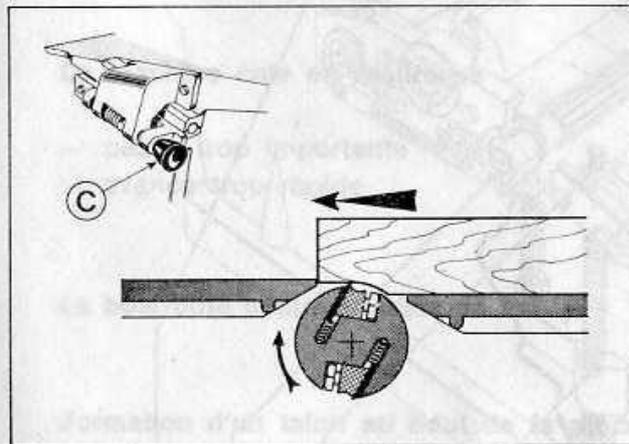

Figure 30
Le réglage éventuel de la table de sortie s'effectue par la poignée **C** (fig. 30).
Si le bois bute contre la table de sortie (fig. 30) les lames sont trop enfoncées. S'il ne s'agit que de quelques dixièmes de mm descendre la table de sortie en vissant la poignée (C) fig. 30 (table de sortie relevée).